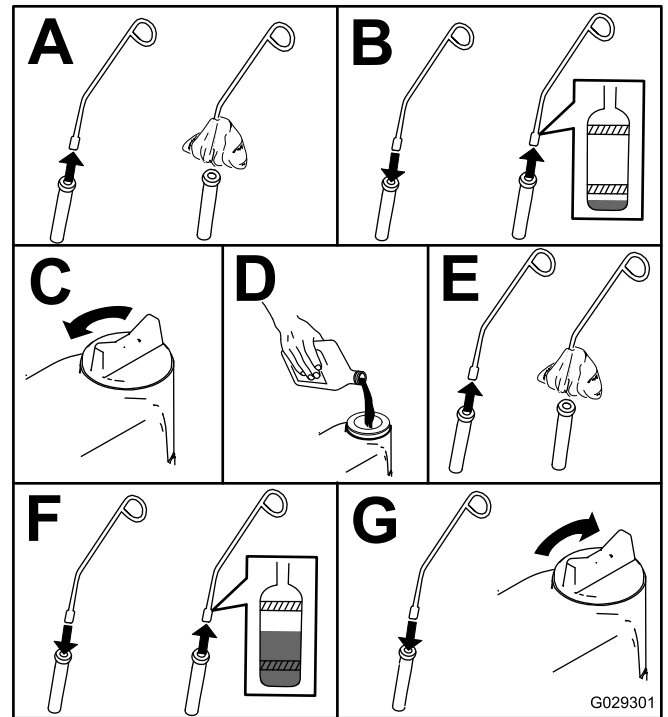

Figure 67
5. Contrôlez le niveau d'huile moteur, comme montré à la Figure 67.